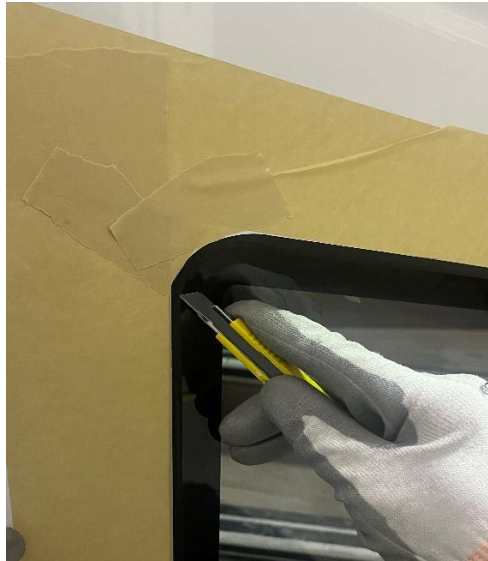

Figure 3 : Coupage du Sika de la rainure en V avec un couteau
- 7) Tenir le couteau à un angle de 30 degrés illustré à la Figure 3 et commencer soigneusement à retirer le Sika à partir d'un coin de la rainure en V, en progressant autour de la vitre.